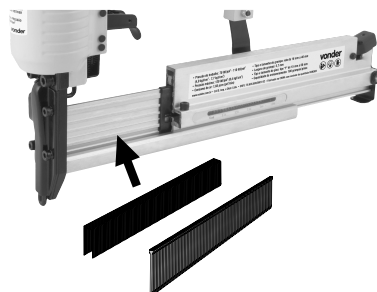

Fig. 4 – Posicionamiento de las grapas/clavos
3. Coloque las grapas/clavos con las puntas hacia fuera (Fig. 4);